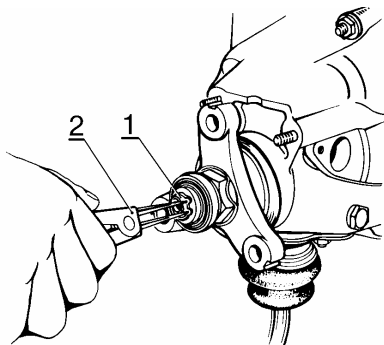

Рис.11. Снятие стопорного кольца с конца вторичного вала:
- снять стопорное кольцо 1, рис.11, с конца вторичного вала КП (щипцы);